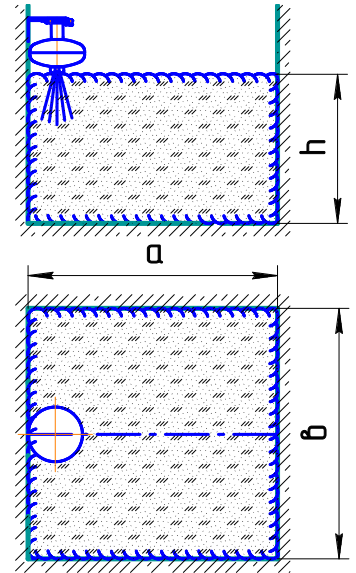

Рисунок 7
**Параметры тушения МПП настенного крепления при высоте установки 2 и 3 м (см. рисунок 7)**